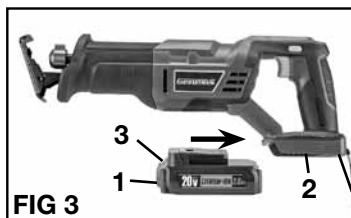

FIG 3
INSTALLATION OU RETRAIT DE LA BATTERIE (FIG 3)
- Pour installer la batterie, faites glisser la batterie (1) dans le fond du boîtier de l'outil (2) tout le chemin jusqu'à ce qu'il se bloque en place avec un clic, comme le montre la figure 3. Tirer légèrement sur la batterie afin de s'assurer qu'il est bien en place et ne sera pas de tomber accidentellement de l'exercice, entraînant une blessure.
- Pour retirer la batterie, retirer la batterie à l'écart de l'outil tout en appuyant sur la languette de verrouillage (3).
- Connectez l'adaptateur chargeur (1) et la base du chargeur (3).
- Branchez l'adaptateur mural (1) dans une source de 120 volts AC. Le voyant vert sur le chargeur s'allume, indiquant que le chargeur est sous tension.
- Faites glisser la batterie (2) dans la fente sur la base du chargeur (3) tout le chemin jusqu'à ce qu'il se bloque en place avec un clic, comme le montre la figure 3. Le voyant rouge du chargeur s'allume, indiquant que la batterie se recharge.